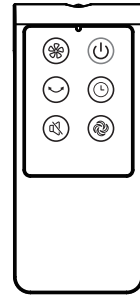

Abb. 10
## I. Fernbedienung (Abb. 10)
- (1) Schieben Sie die Batteriefachöffnung auf.
- (2) Legen Sie die Batterien ein und achten Sie dabei auf die richtige Polarität gemäß Abb. 10.
- (3) Schließen Sie dann wieder die Abdeckung.